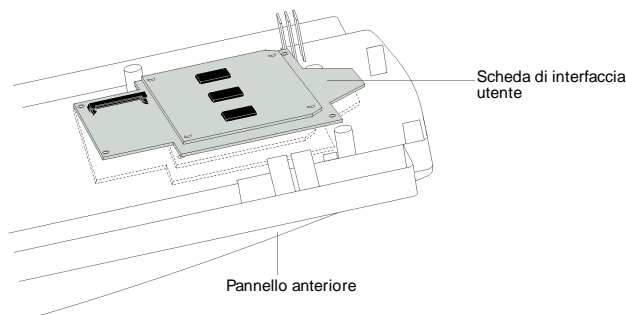

Figura 4-14 Rimozione della scheda di interfaccia utente
7. Spingere verso l'esterno le mollette e contemporaneamente sollevare da un lato la scheda di interfaccia utente per sfilarla dai ganci (vedere Figura 4-14). Riporre la scheda in un contenitore antistatico.
1. Inclinare la scheda di interfaccia utente in modo che il bordo della scheda si inserisca sotto ai ganci del pannello anteriore (vedere Figura 4-14).